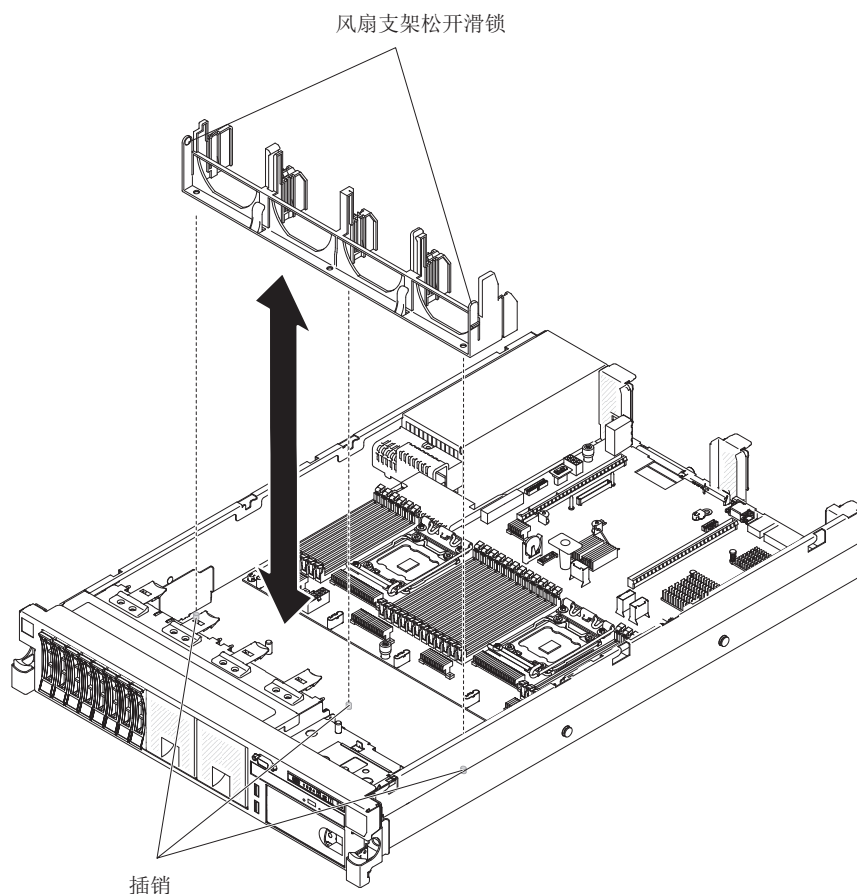

图 184. 更换风扇支架
1. 将风扇支架放低置入机箱中，如第 229 页的图 184 中所示。